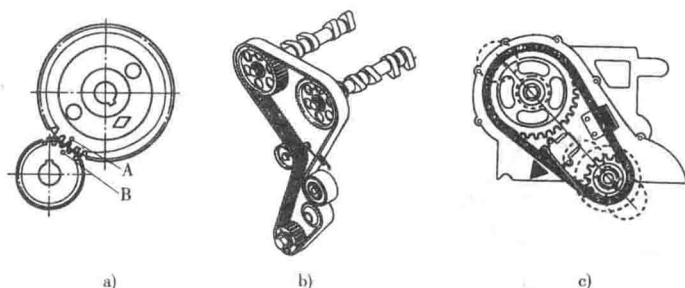

图 2-4 凸轮轴传动方式
(9)观察打开的正时室,结合图 2-4 确认所拆发动机凸轮轴传动方式。转动凸轮轴正时齿轮,观察气门的开闭规律,确认发动机的做功顺序。观察气门室,确认气门是摇臂驱动还是摆臂驱动,确认气门间隙的调整方式。